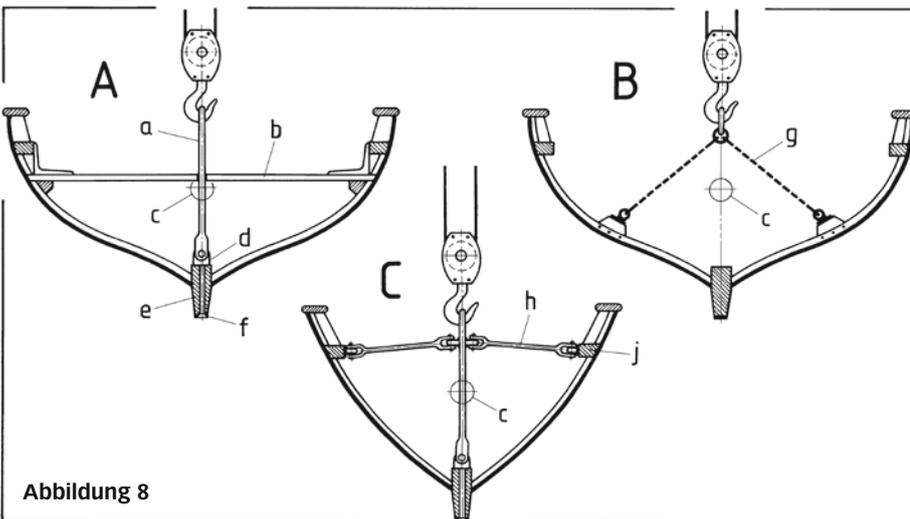

Abbildung 8
In Abbildung 8 habe ich drei weitere Möglichkeiten dargestellt, das Kippen des Boots beim Anheben zu meiden. Bei (A) ist eine Verlängerungsstange (a) am Heißauge (d) auf dem Kiel (e) angebolzt.